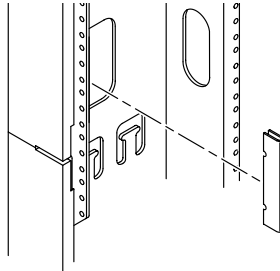

FIGURE 3-8 Installation des plaquettes de protection
2. Alignez l'encoche supérieure en forme de v de la plaquette de protection sur le numéro de perforation indiqué, puis appuyez fermement au centre de la plaquette jusqu'à ce qu'elle soit calée sur le bord de l'armoire (FIGURE 3-8).